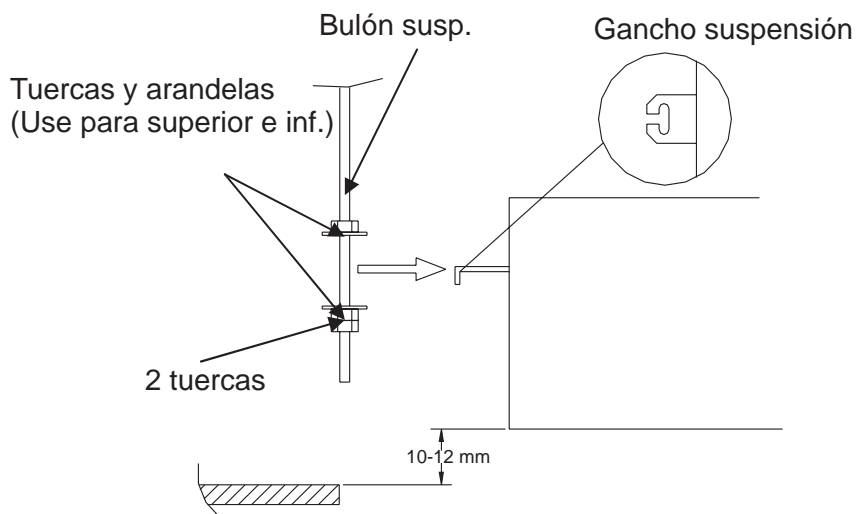

Fig.9
4. A fin de impedir que se afloje, se recomienda utilizar 3 tuercas hexagonales (preparado en el lugar) y 2 arandelas (accesorio) en cada bulón de suspensión. Considere que se utilizarán 2 tuercas en la parte inferior (Fig. 9).
5. Regule la distancia entre la unidad y el techo a 10~12 mm. Ajuste todas las tuercas de los bulones de suspensión (Fig. 9).